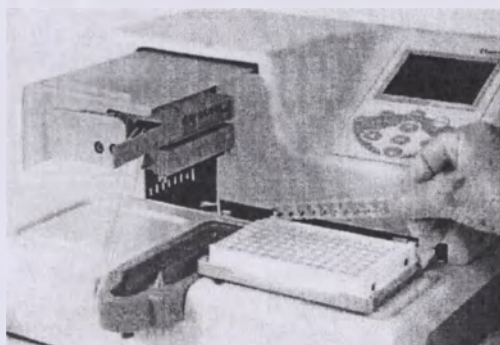

Рисунок 6-50. Удаление заполненного стрипа для взвешивания
6. Откройте крышку калибровочных винтов (Рисунок 6-50) в верхней части кассеты.
12. Взвесьте заполненный стрип (рисунок 6-50). Сейчас показание весов должно равняться $100 \text{ мг} \pm 5 \text{ мг}$ (кассета с трубками малого диаметра)/ $1000 \text{ мг} \pm 20 \text{ мг}$ (кассета со стандартными трубками).